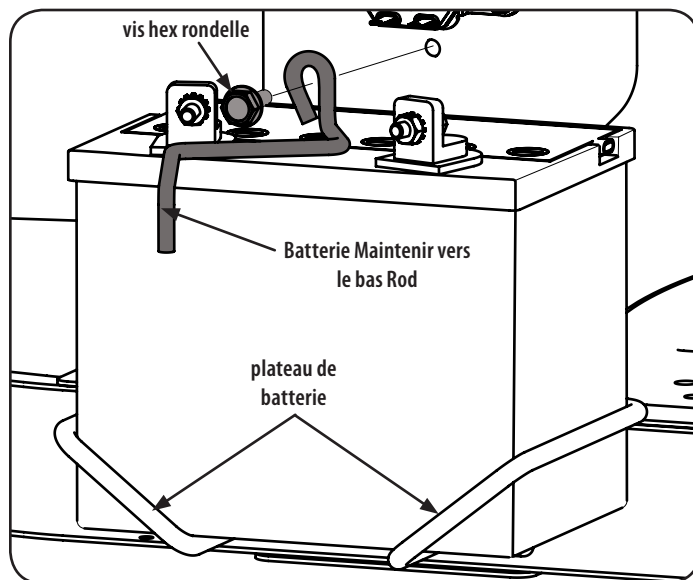

Figure 42
- Retirez la vis hexagonale de rondelle de fixation du serre-flan tige de la batterie au châssis. Voir Figure 42.
- Pour réinstaller la batterie, placez-le dans le bac de la batterie et fixer en place avec la tige de retenue batterie et vis hex de rondelle. Voir Figure 42.